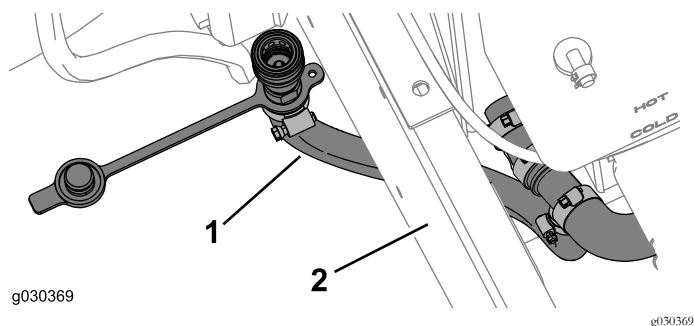

Figure 32
- Acheminez le petit flexible comme montré à la Figure 32.